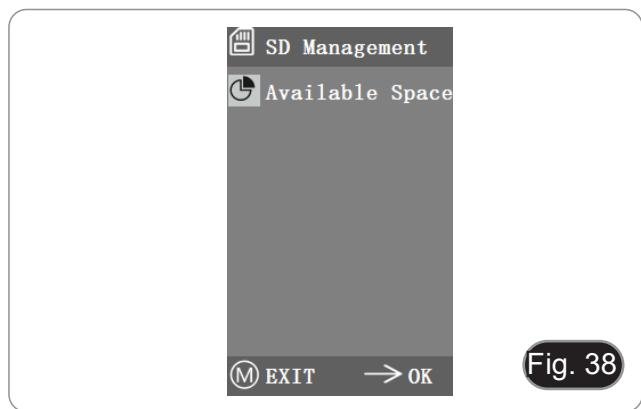

Fig. 38
- Après avoir inséré la carte SD, l'espace restant et l'espace total de la carte SD sont visibles dans "Espace disponible". (Fig. 38)